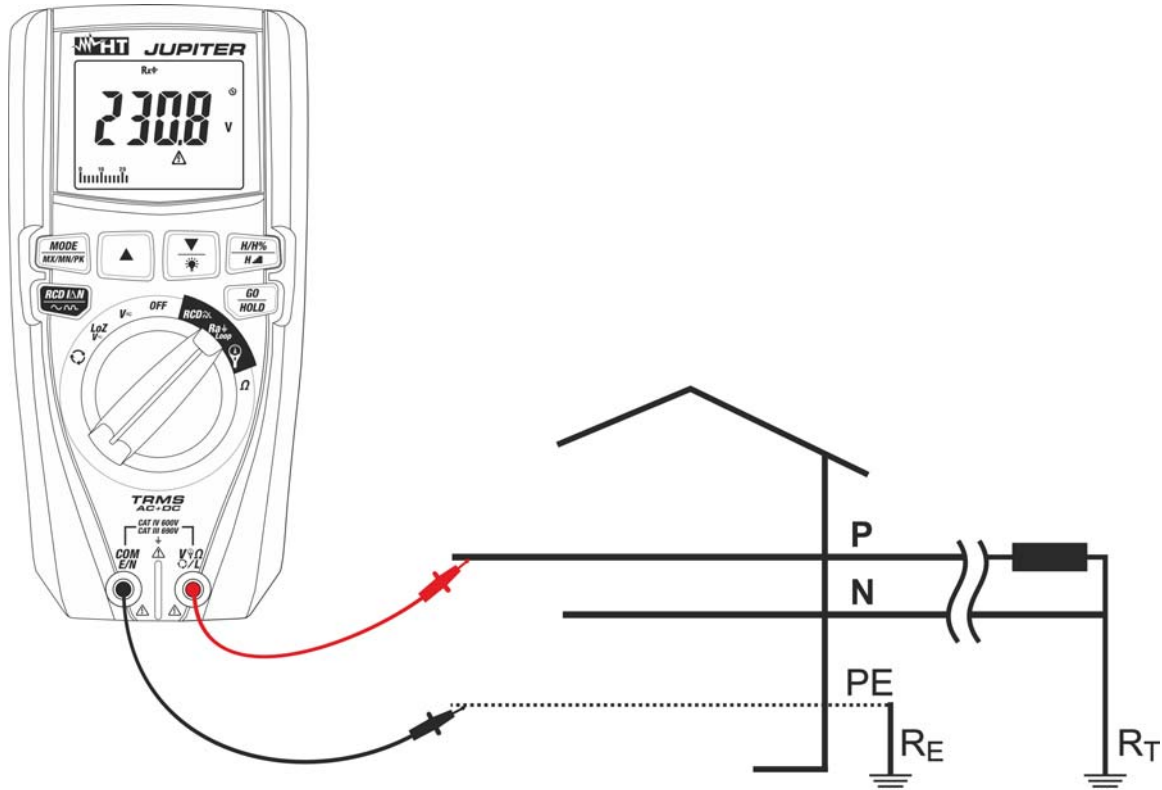

Fig. 24: Uso dello strumento per misura impedenza Loop L-PE con puntali
6. **Per misura di Loop L-PE** in caso di uso dei puntali di misura inserire il conduttore rosso nel terminale di ingresso $V_{\Omega} \text{ L}$ e il conduttore nero nel terminale di ingresso **COM/E/N** e collegare lo strumento all'impianto in esame (vedere Fig. 24). Il valore della tensione Fase-Terra è mostrato a display